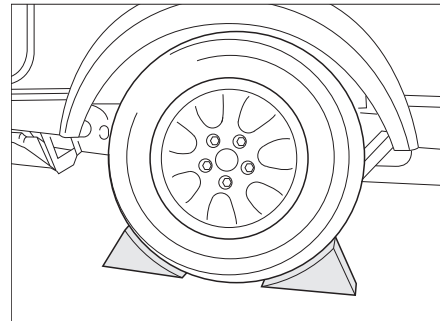

Bild 174 Fahrzeug sichern
- Bremsklötze oder ähnliche geeignete Gegenstände am gegenüberliegenden Rad unterlegen, um das Fahrzeug zu sichern (Bild 174).